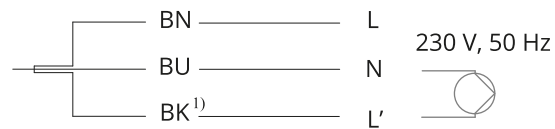

Bild 14: Elektrischer Anschluss · Versorgungsleitung
1. Elektrischen Anschluss abhängig von der Anwendung nach Bild 14 bis Bild 17 herstellen.